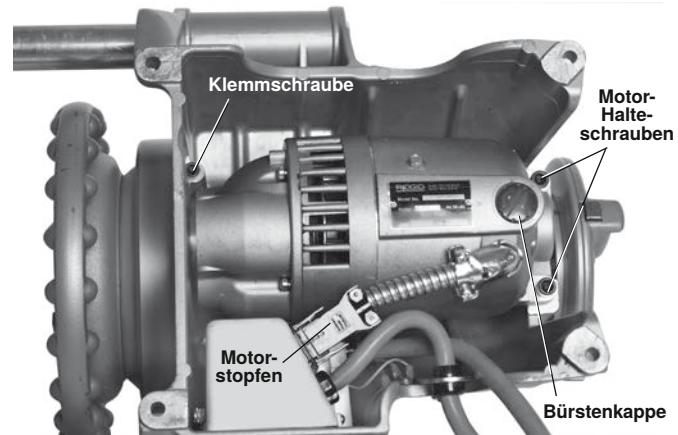

Abbildung 32 – Ausbau der Motorenabdeckung/ Austausch der Bürsten
3. Stellen Sie die Maschine auf eine leere und stabile Werkbank. Drehen Sie die Maschine um, um Zugang zur Unterseite zu erhalten (*Abbildung 32*).